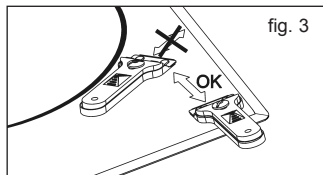

fig. 3
**Si vous utilisez la raclette de manière inappropriée, la lame peut se rompre, et des fragments peuvent s'incruster entre le cadre latéral et le verre. Dans ce cas, n'essayez pas de retirer les restes avec vos mains, utilisez avec précaution des pinces ou un couteau à pointe fine. (Voir fig. 3)**